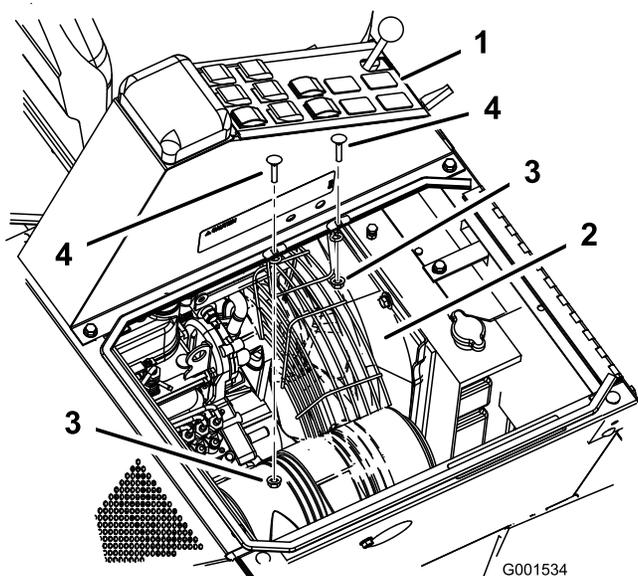

Figura 1
2. Retire los dos pernos y tuercas de la consola central (Figura 1).
3. Coloque el protector debajo de la consola central y encima del ventilador (Figura 1).
4. Instale el protector del ventilador en la consola central con 4 pernos de cuello cuadrado (5/16 x 3/4 pulgada) y 4 tuercas con arandela prensada (5/16 pulgada) (Figura 1).